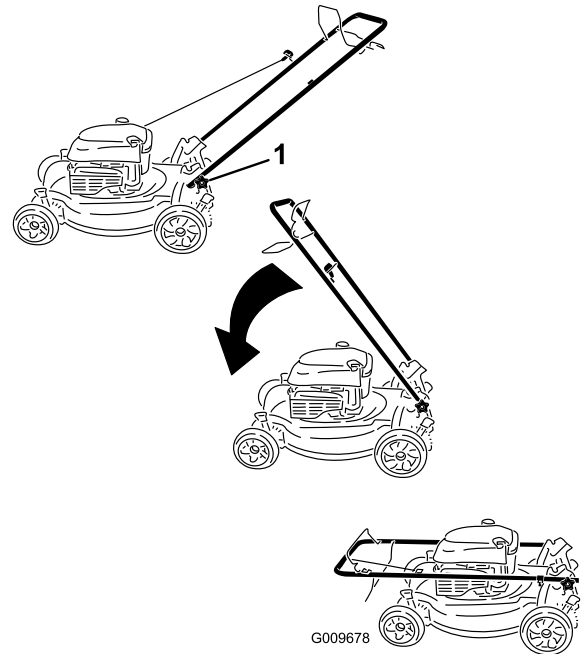

Figura 26
1. Afloje los pomos del manillar hasta que pueda mover el manillar libremente (Figura 26).
1. Pomo del manillar (2)
2. Mueva del manillar hacia adelante según se indica en Figura 26.